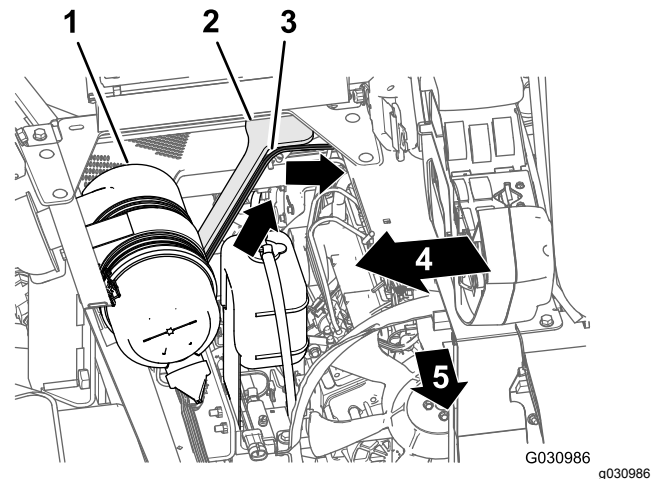

图 109
1. 沿着发动机挡板——连接空气滤清器与发动机的出风管的前部——的右支撑架让 165cm 线束支管向上穿入发动机舱的后部 图 109。